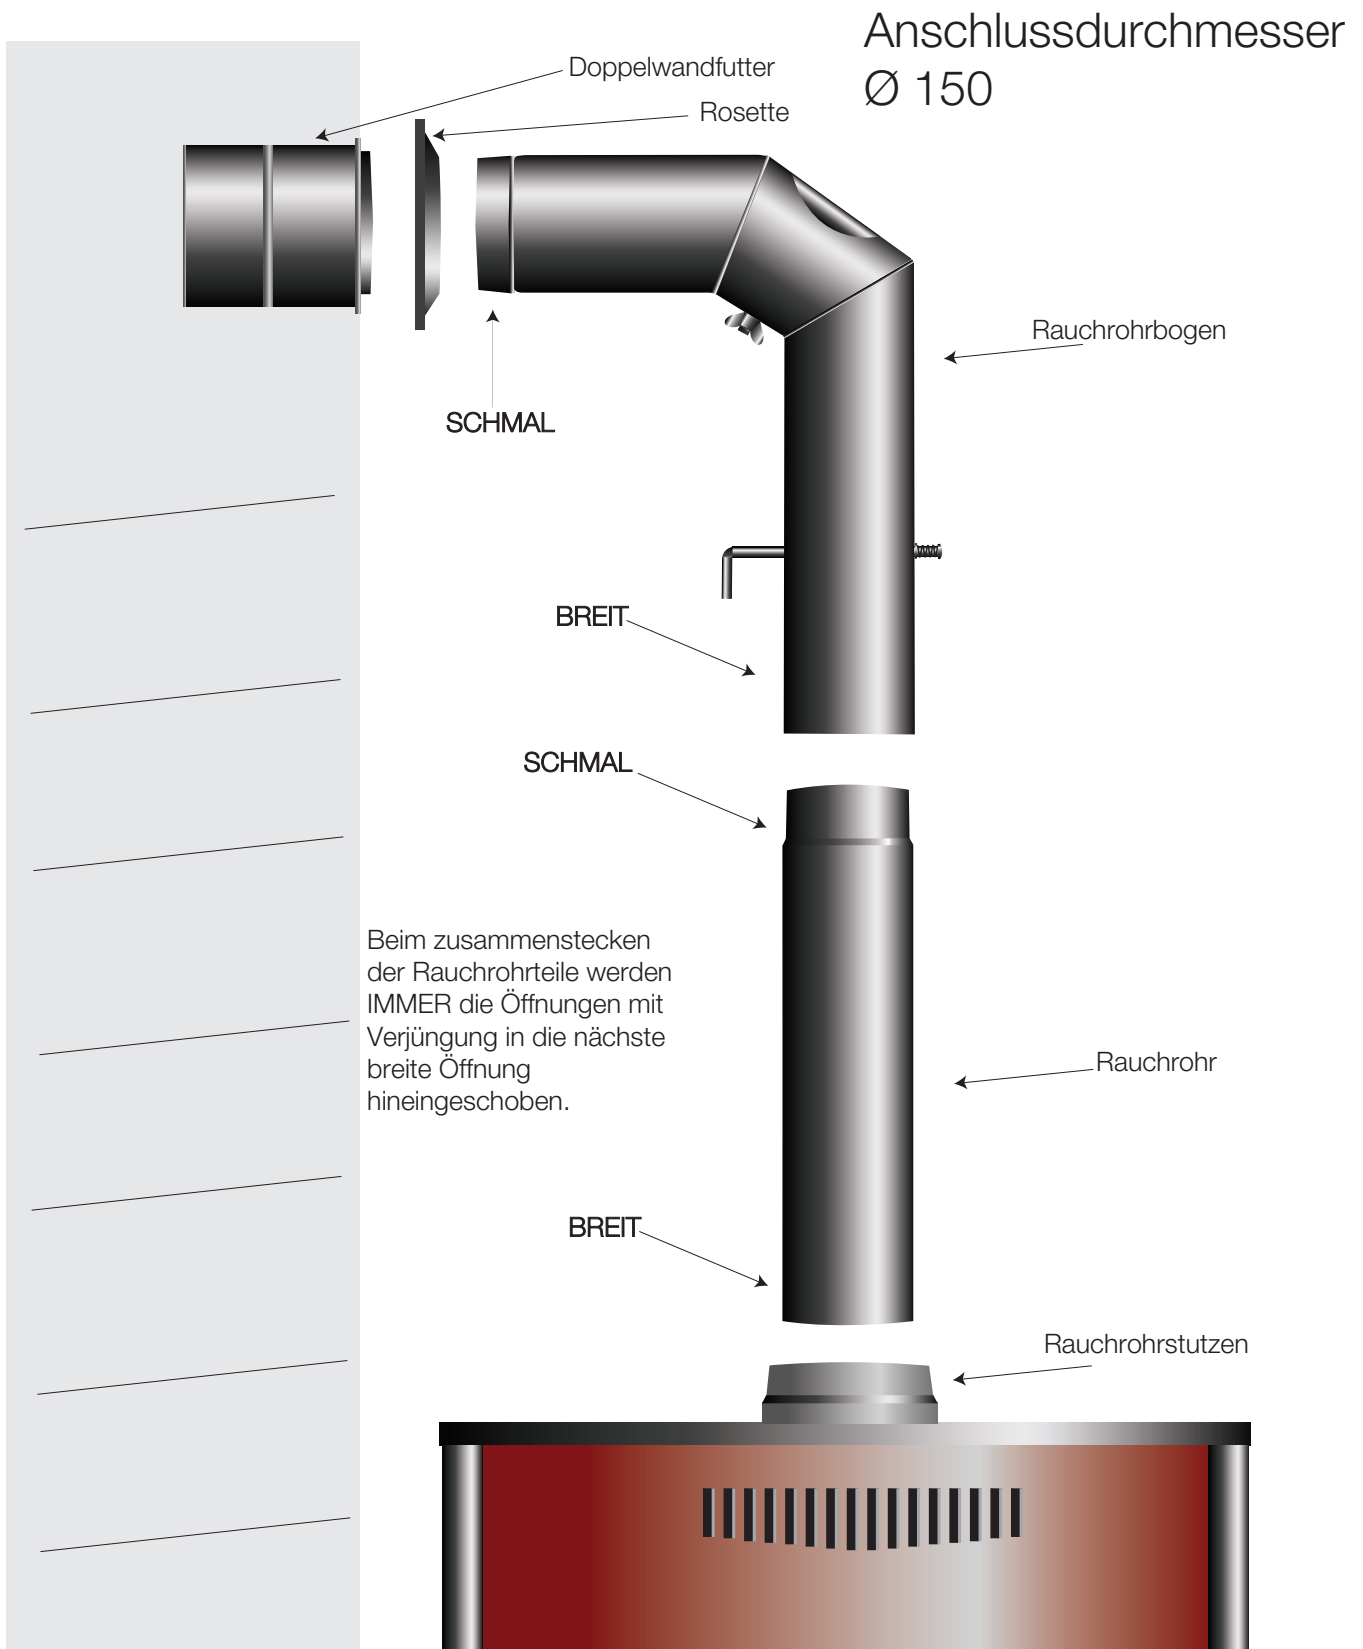

Abbildung 2 Anschluss des Kaminofens an den Schornstein
3. Abbildung 2 Anschluss des Kaminofens an den Schornstein	Seite 6